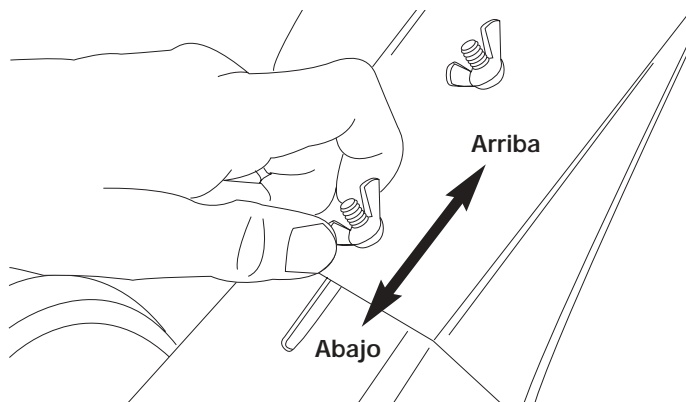

Figure 18
2. Afloje (no retire) las dos tuercas de mariposa de la protección de las púas (Fig. 18).